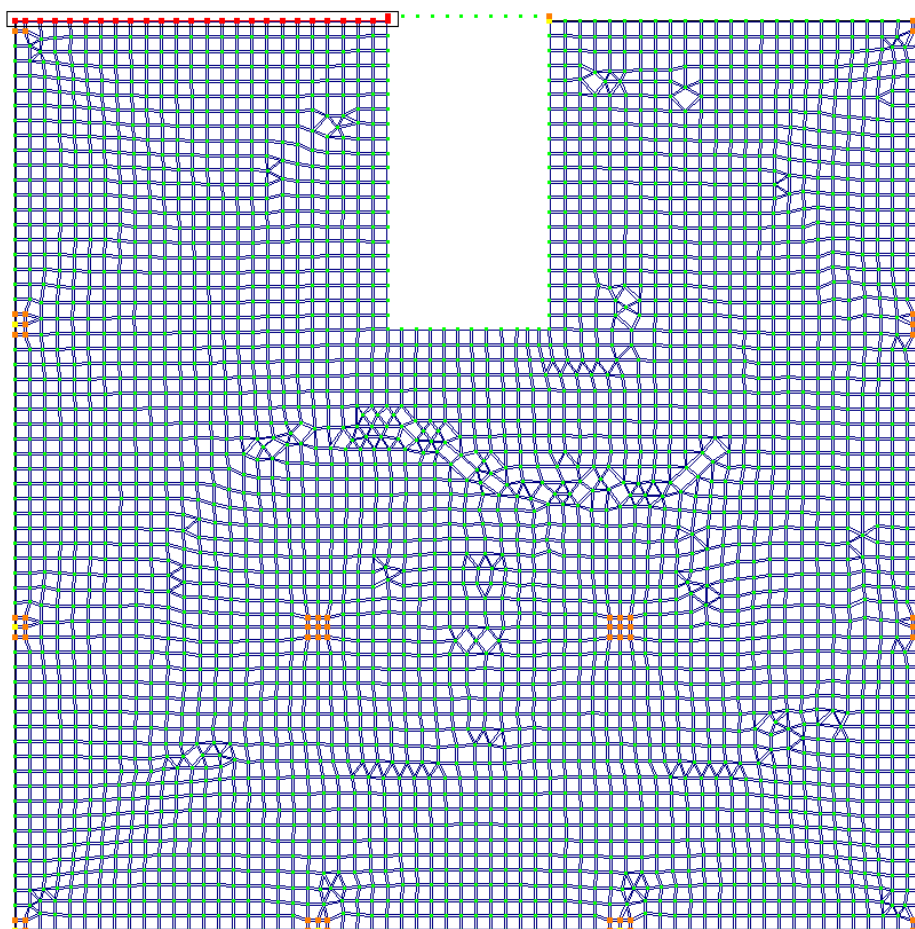

Рис. 20.2. Схема перекрытия первого этажа с выделенной контурной балкой
- На панели инструментов **Вид** активируем кнопку **Проекция на XOY** . На экране появится горизонтальная проекция плиты. Выделим рамкой часть верхней кромки плиты вместе с контурной балкой от левого угла до стены лестничной клетки (рис. 20.2).